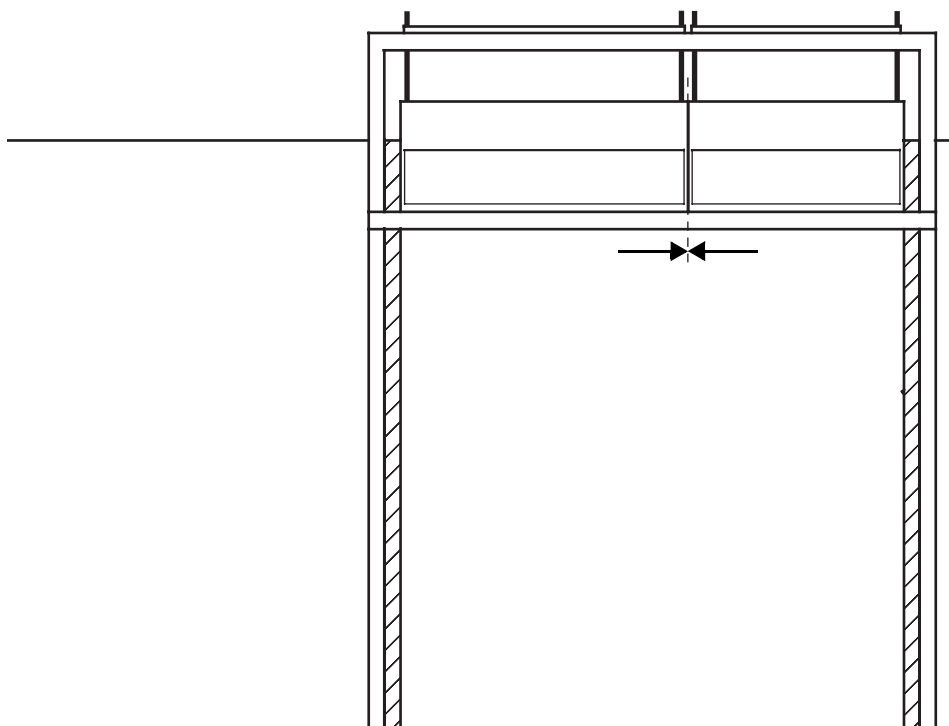

Abbildung 3-6 Richtige Position von zwei Luftschleiergeräten
- Die Geräte mit den Seiten gegeneinander, wie in Abbildung 3-6 dargestellt, aufstellen.